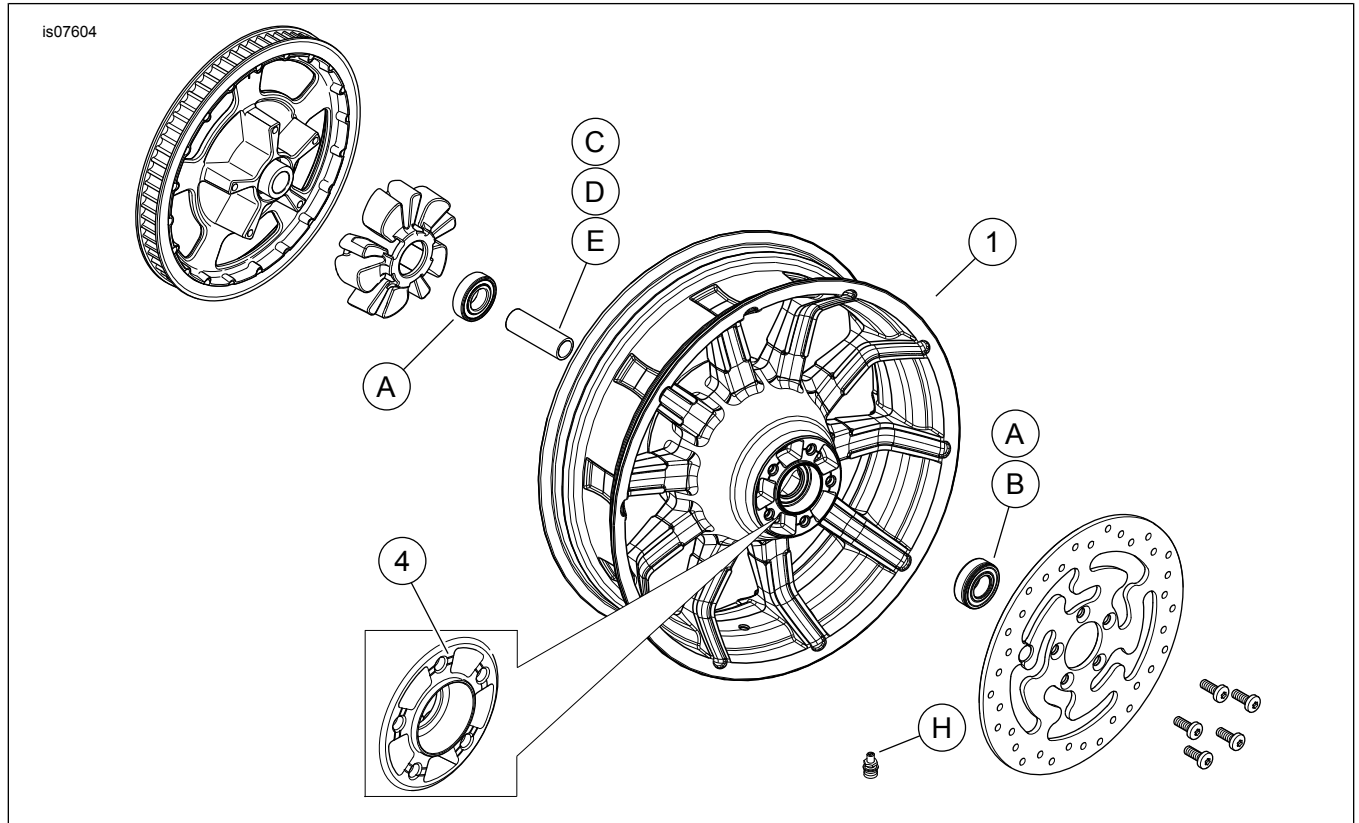

Abbildung 1. Ersatzteile: Impeller-Hinterräder
Diese Sätze enthalten nur das Spezial-Rad. Siehe Abbildung 1 und Tabelle 2.
2. Siehe Abbildung 1. Die Ventilschaft-Baugruppe (H) am Rad anbringen. Siehe REIFEN im Werkstatthandbuch.